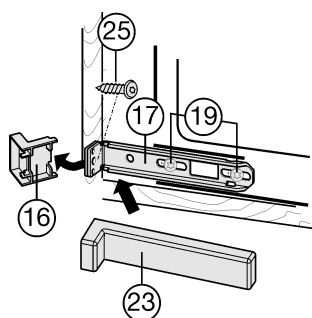

Fig. 18
- ▶ Desserrer un peu les vis Fig. 18 (19).
- ▶ Visser l'étrier Fig. 18 (17) inférieur à l'aide d'une vis à panneaux de particules Fig. 18 (25) $\varnothing 4 \times 19$ sur la paroi du meuble.
- ▶ Casser l'extrémité du cache Fig. 18 (16) qui dépasse. Elle ne sera plus utile.
- ▶ Bien serrer les vis Fig. 18 (19).
- ▶ Remettre le cache Fig. 18 (23) sur l'étrier Fig. 18 (17) inférieur.